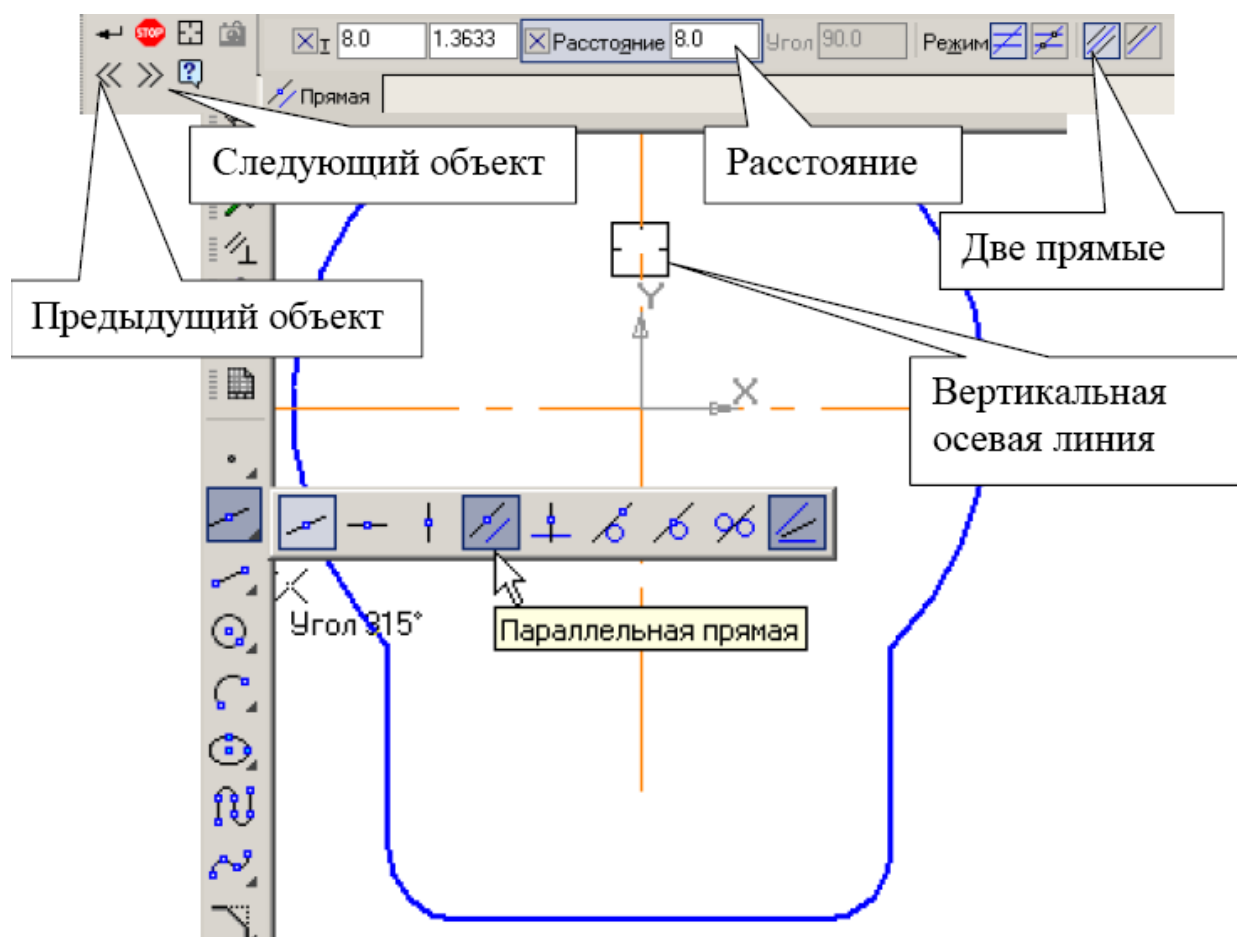

Рис. 6
**Параллельные прямые** (допоміжні) , рис. 6. В відповідь на запит системи **Укажите отрезок или прямую для построения параллельной прямой** клікніть курсором на вертикальній осевій лінії пластини в будь-якій її точці, рис. 6.
В рядку параметрів, рис. 6, проставте відстань «8». Система побудує фантоми двох допоміжних ліній паралельно заданій прямій. Поточний варіант оформлений суцільною лінією, а другий варіант побудови оформлений штриховою лінією. Будь-який з варіантів можна зробити поточним простим натисканням курсора на лінії чи натисканням кнопок **Следующий объект**
чи **Предыдущий объект**  на **Панели специального управления**, рис. 6. Вам потрібні обидва варіанти. Створіть їх. Для цього натисніть лівою кнопкою миші